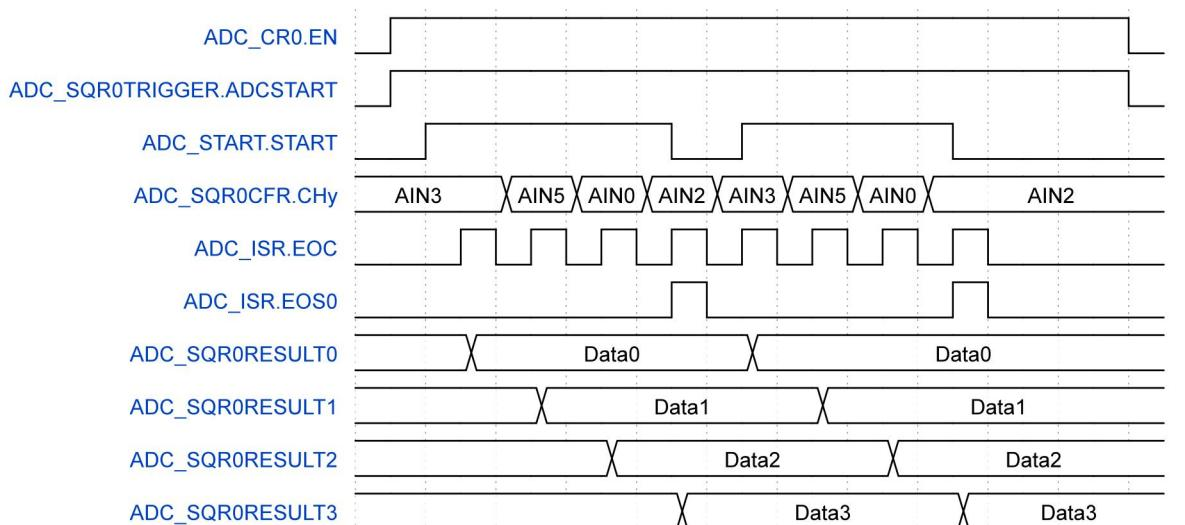

图19-3 序列扫描转换时序图
6. 配置 ADC_SQRxCFR.ENS，选择序列待转换的通道数量，如图 19-3 序列扫描转换时序图所示，设置 ADC_SQRxCFR.ENS 为 3，序列转换通道为 CH0 ~ CH3；
7. 配置 ADC_SQRxCFR.CH0，选择序列通道 0 待转换源，如图 19-3 序列扫描转换时序图所示，设置 ADC_SQRxCFR.SQRCH0 为 3，通道 0 的待转换源为 ADC_IN3；
8. 配置 ADC_SQRxCFR.CH1，选择序列通道 1 待转换源，如图 19-3 序列扫描转换时序图所示，设置 ADC_SQRxCFR.CH1 为 5，通道 1 的待转换源为 ADC_IN5；
9. 配置 ADC_SQRxCFR.CH2，选择序列通道 2 待转换源，如图 19-3 序列扫描转换时序图所示，设置 ADC_SQRxCFR.CH2 为 0，通道 2 的待转换源为 ADC_IN0；
10. 配置 ADC_SQRxCFR.CH3，选择序列通道 3 待转换源，如图 19-3 序列扫描转换时序图所示，设置 ADC_SQRxCFR.CH3 为 2，通道 3 的待转换源为 ADC_IN2；